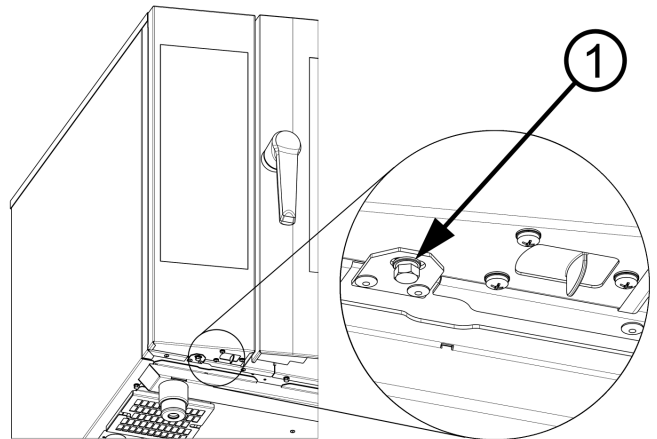

Abbildung 11: Lösen des Bedienpanels
Lösen Sie die M5 Schraube (1) auf der Unterseite des Bedienpanels (siehe Abb. 11). Schieben Sie die Blende nach oben, ziehen Sie sie ein Stück in Ihre Richtung und klappen Sie sie nach links auf.